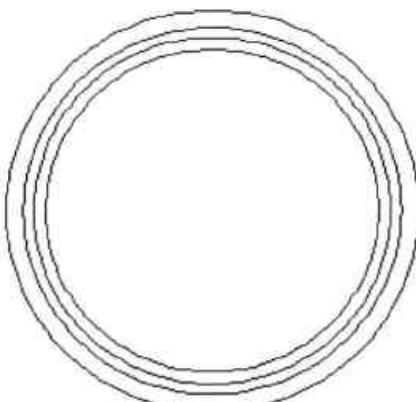

图12-40 偏移圆
**Step03** 执行“偏移”命令，将半径为 73.5mm 的圆向内偏移 4mm，如图 12-40 所示。